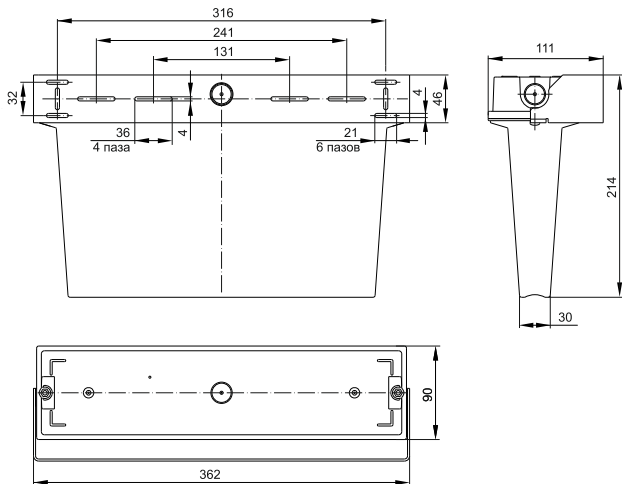

Рисунок 2 – CCA5043-1; CCA5043-3
4.4.3 Светильники ССА 5043-1, ССА 5043-3 монтируются на стену и закрепляются через монтажные отверстия (рисунок 2) при помощи винтов и дюбелей (входящих в комплект поставки).